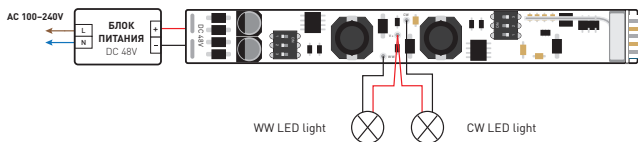

Рис. 1. Схема подключения диммера SMART для управления MIX-нагрузкой
- 3.3. Подключите диммер согласно схеме на рис. 1.